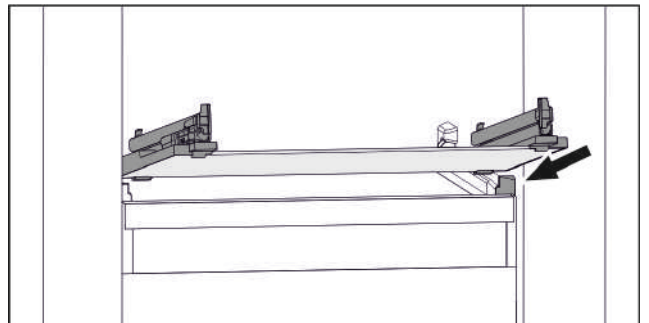

Fig. 138 Primjerni prikaz staklene ploče
- ▶ Stavite ladicu ukoso iza zaustavljača. (pogledajte Fig. 138)